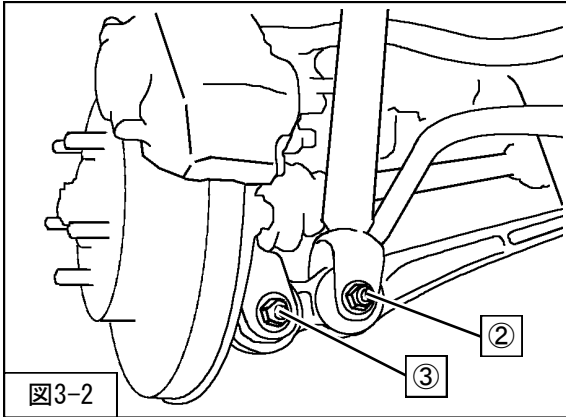

図3-2
3. ②リアサスペンションASSYロア取付ボルト・ナット
③ロアアーム取付ボルト・ナットを取外してください。(図3-2)